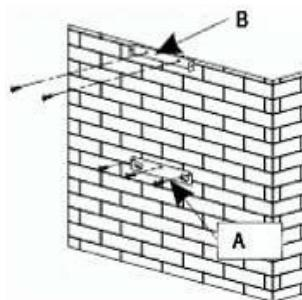

fig. 1
- Calcule a altura final para fixar o apoio em U do suporte da chaminé (peça B da fig. 1).
- Faça os 2 orifícios de 8 mm e fixe o apoio do suporte da chaminé certificando-se de que fica exactamente no eixo do exaustor (peça B da fig. 1).